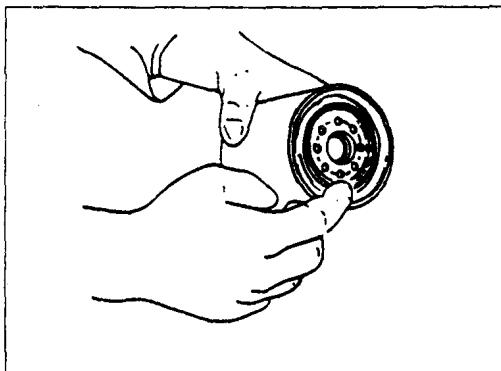

图 1-21
(1) 拆卸油滤芯。注意：当发动机和发动机机油处于热状态时，小心不要烫伤自己。
(2) 安装新油滤芯以前，清洁汽缸上的油滤芯安装面，并用少量发动机机油刷洗附在油滤清器表面上的橡胶油封碎片，见图 1-21。